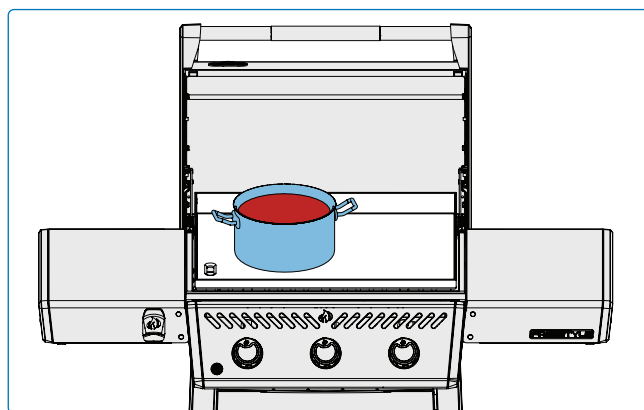

Fig. 10
- Utilice la plancha para derretir o calentar salsas. Coloque las ollas o sartenes a un lado a fuego bajo o medio. **(Fig. 10)**.